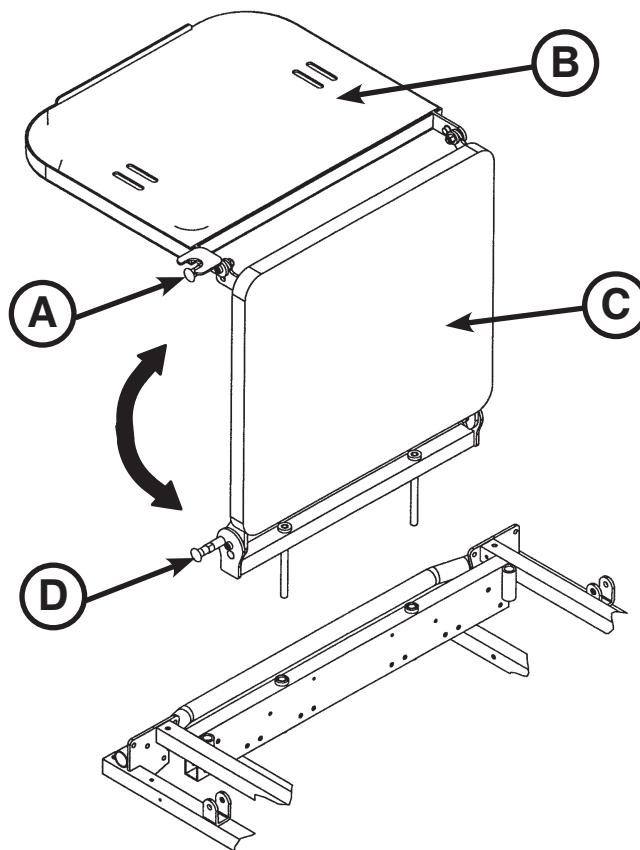

Figura 9.2: Extensão para pés/tabuleiro do desfibrilhador — extremidade do lado dos pés
Para utilizar como tabuleiro do desfibrilhador, puxe o botão de cima (A) para fora e gire o tabuleiro (B) sobre a extensão para pés (C) até o tabuleiro ficar plano por cima da extremidade da maca do lado dos pés, conforme se mostra na figura 9.2.
Para utilizar como extensão para pés, puxe o botão (A) para fora e gire novamente o tabuleiro do desfibrilhador até este ficar fixado contra a extensão para pés (C). Enquanto segura no conjunto, puxe o botão de baixo (D) para fora e baixe a extensão para pés até ficar plana, conforme se mostra na figura 9.2.